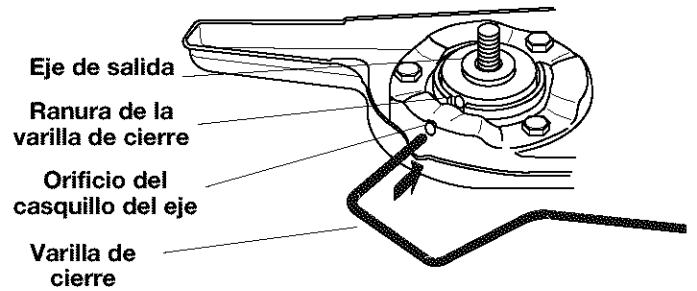
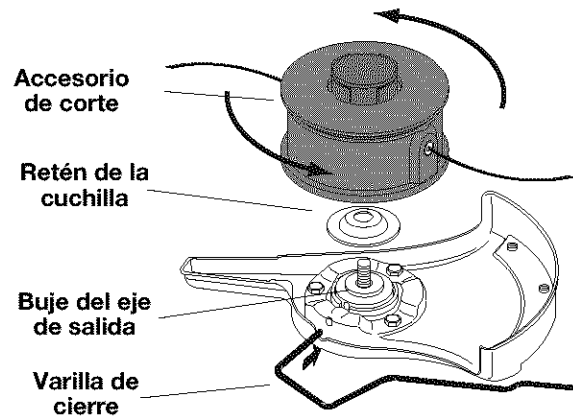

Fig. 5
Fig. 11
1. Alinee el orificio del eje de salida con la ranura de la varilla de cierre. Inserte la varilla de cierre a través de la ranura en el orificio del eje de salida (Fig. 5).
1. Alinee el orificio del buje del eje con la ranura de la varilla de cierre e inserte la varilla de cierre en el orificio del buje (Fig. 5).
5. Alinee el orificio del buje del eje con la ranura de la varilla de cierre e inserte la varilla de cierre en el orificio del buje del eje (Fig. 5). Coloque el retén de la cuchilla en el eje de salida con la superficie plana contra el buje del eje de salida según se ilustra en la Fig. 11. Enrosque el accesorio de corte en sentido antihorario en el eje de salida. Ajuste bien.